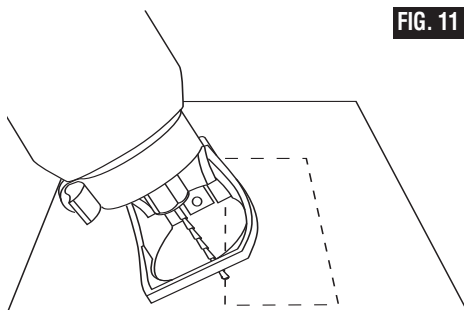

FIG. 11
Paso 3: Sostenga la herramienta firmemente e inserte la Broca Zip en el material con un ángulo de 45 (Fig. 11).